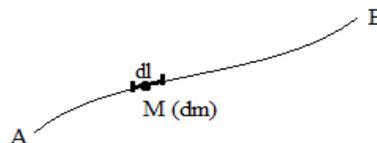

Figure III.5
Considérant (S) une ligne (AB), soit M un point de cette ligne entouré par un élément de masse (dm). Cet élément de masse existe dans un élément linéaire (dl) Figure III.5. La densité de masse linéique (λ) au point M est déterminée comme suite :